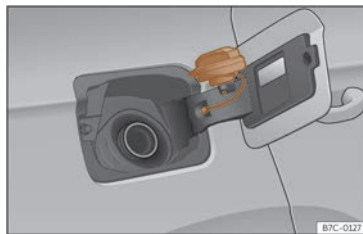

Fig. 176 Tapa del dipòsit amb el tap encaixat.
- Poseu-lo en l'espai que hi ha a la frontissa de la tapa oberta >>> **fig. 176**.